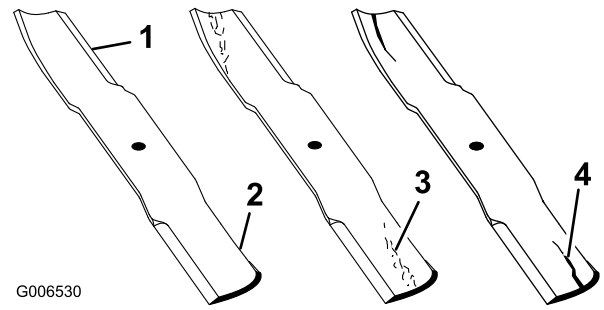

Figura 76
1. Inspeccione as extremidades de corte (Figura 76).
4. Se verificar quaisquer fissuras, desgaste, ou a formação de ranhuras nesta área instale imediatamente uma lâmina nova (Figura 76).